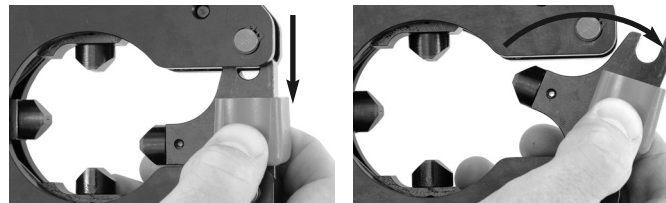

Figura 2 – Apertura y cierre del cabezal engarzador
- Si fuera necesario, abra el cabezal, empuje el retén hacia el lado y hágalo girar hacia afuera (Figura 2). Con el cabezal, encierre el conector que va a engarzar. Asegure que el retén esté completamente cerrado. No haga funcionar la herramienta con el retén abierto o parcialmente abierto.